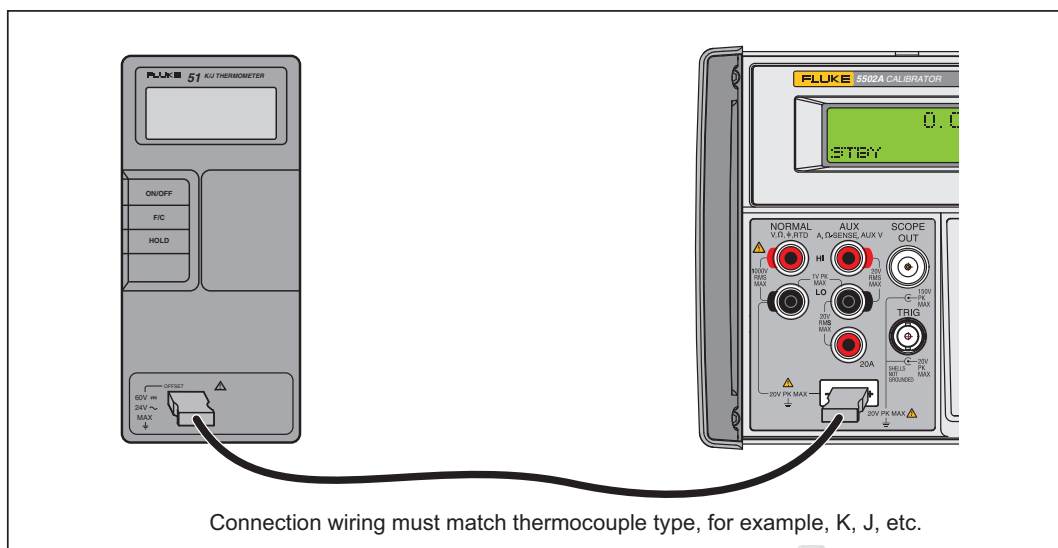

Рисунок 4-19. Подключение кабелей для тестирования термометра серии 50
1. Подключите термометр Fluke 51 к калибратору соответствующим соединительным кабелем (Рисунок 4-19). Материал соединительного кабеля и миништекера должен быть таким же, как у термопары. Например, если тестируется термопара типа K, то должны использоваться кабель и миниразъем для термопары типа K.